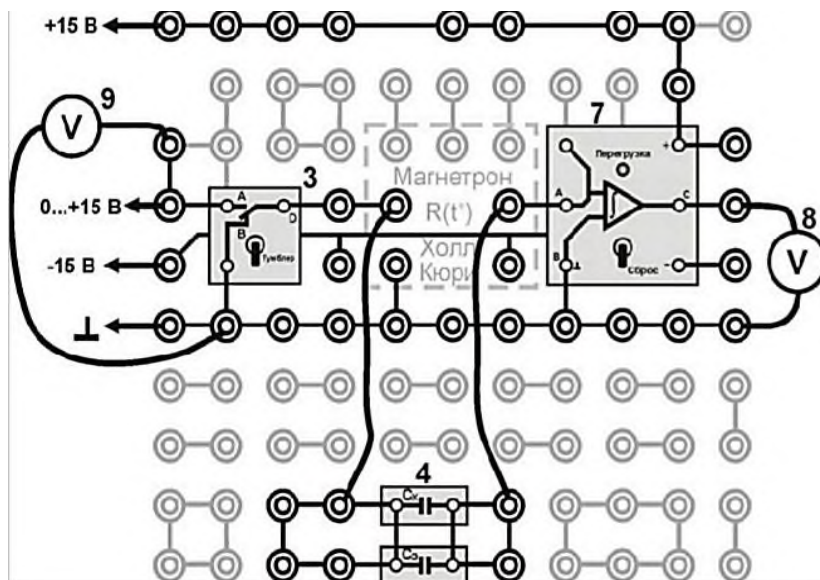

Рис.2. Монтажная схема:
Схема электрической цепи представлена на рис. 1, монтажная схема – на рис. 2.
1. Соберите электрическую цепь по схеме, приведенной на рис. 2, подключив конденсаторы C_x и C_z **параллельно**. Значение эталонной емкости C_z запишите в таблицу 1.